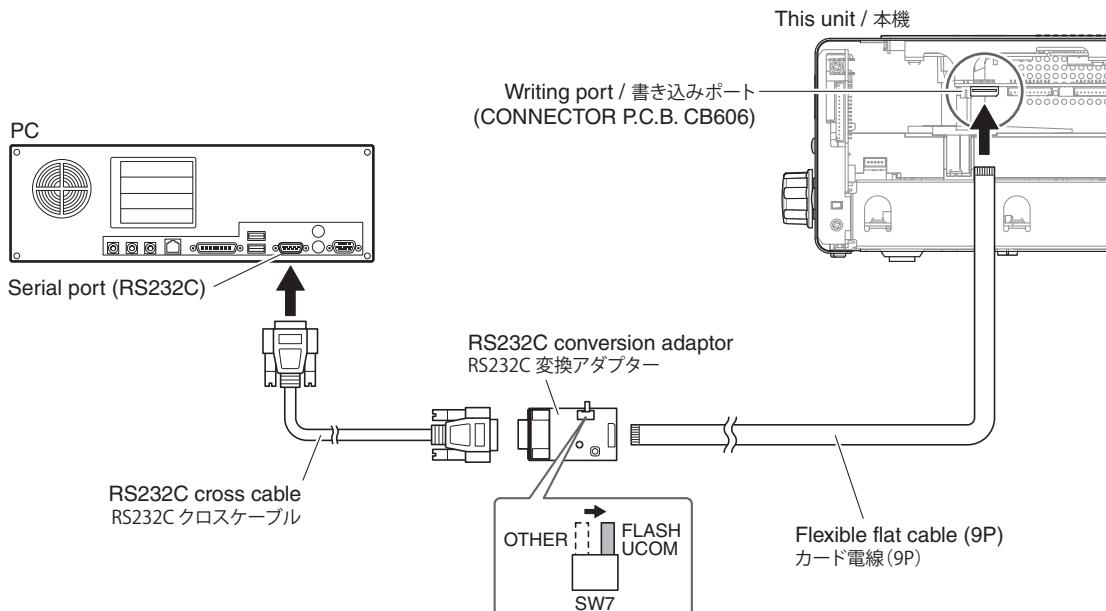

Fig. 1
- Connect the writing port (CB606 of CONNECTOR P.C.B.) of this unit to the serial port (RS232C) of the PC with RS232C cross cable, RS232C conversion adaptor and flexible flat cable as shown below. (Fig. 1)
- Set the switch (SW7) of RS232C conversion adaptor to the "FLASH UCOM" position. (Fig. 1)
- 本機の書き込み用ポート (CONNECTOR P.C.B. の CB606) と PC のシリアルポート (RS232C) を下記のように接続します。(Fig. 1)
- RS232C 変換アダプターのスイッチ (SW7) を "FLASH UCOM" 側に設定します。(Fig. 1)